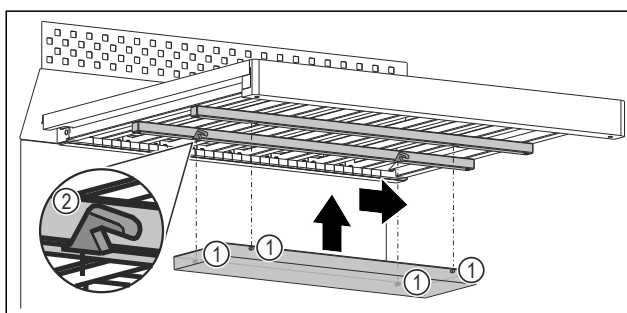

Fig. 159 Ilustratīvs attēlojums
- Iebīdiet katru tapu Fig. 159 (1) atbilstošajā padziļinājumā Fig. 159 (2) uz līstēm zem koka režģa.